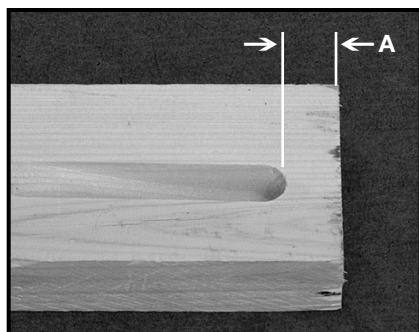
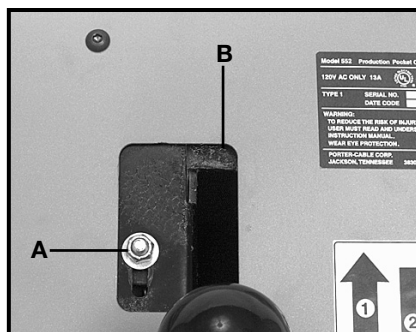

Fig. 27
Fig. 28
Mueva el tope trasero (B) Fig. 28, hacia la parte trasera de la máquina para reducir la dimensión (A) Fig. 27. Mueva el tope trasero hacia la parte delantera de la máquina para aumentar la dimensión (A) Fig. 27. Mueva el tope trasero 1.5 (una vez y media) más la distancia del cambio deseado en el trabajo.
2. Use la llave de $\frac{7}{16}$ " para aflojar la tuerca inaflojable (A) Fig. 28.